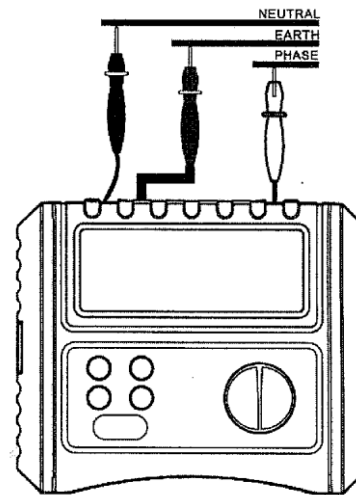

Fig. 6 Masurarea impedantei buclei/liniei/RCD/tensiunii
2. Metoda 2 de conectare (vezi fig. 6)
(vezi fig. 6 si 7)
(vezi fig. 6, 7 și 8)
(vezi fig. 6)